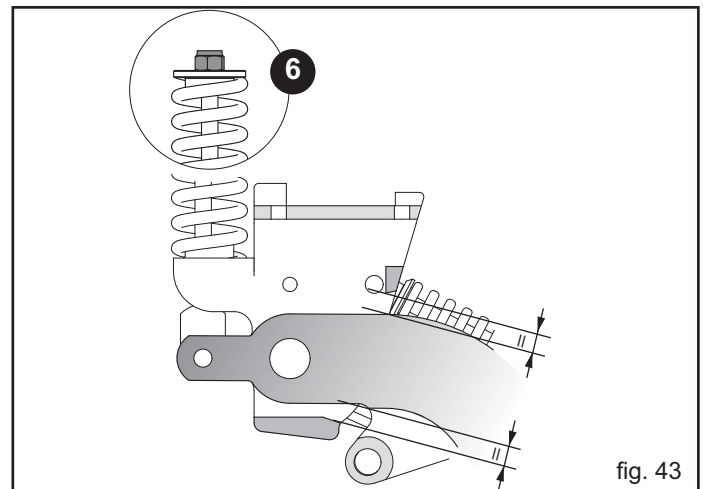

fig. 43
- 3) Controlar que el elemento se halle en una posición intermedia de su carrera (Fig. 43).
- 4) Eventualmente, regular todos los muelles de posición con la tuerca (6, Fig. 43) hasta alcanzar la posición del punto 3).